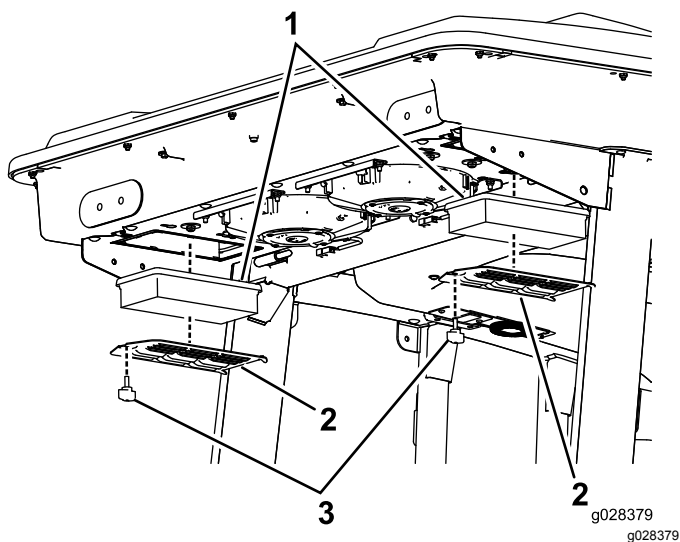
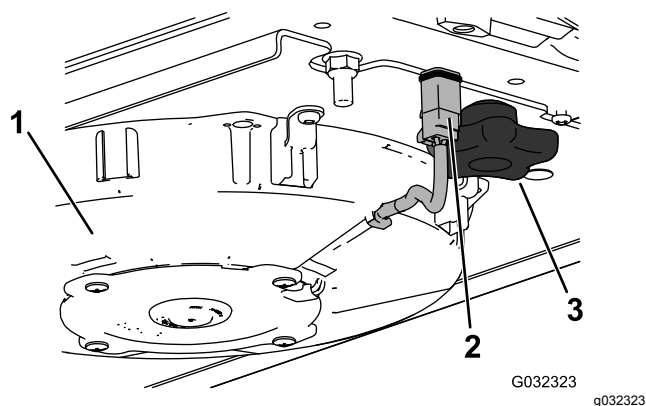
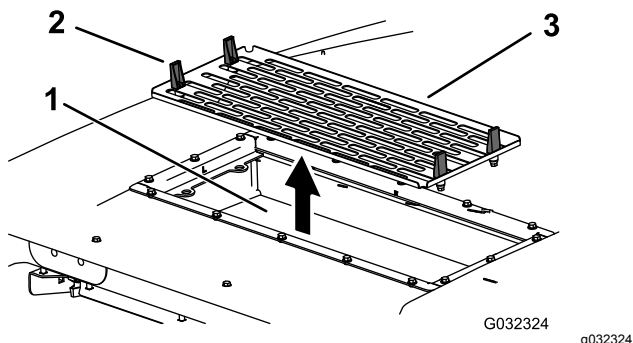

Figura 118
Figura 119
Figura 120
1. Remova os parafusos e as grelhas dos filtros de ar interior e traseiro da cabina (Figura 117 e Figura 118).
- Retire os filtros de ar (Figura 118).
- Instale os filtros de ar, painel e conjunto da ventoinha (Figura 118, Figura 119 e Figura 120).
- Ligue o fio de cada uma das ventoinhas (Figura 119).